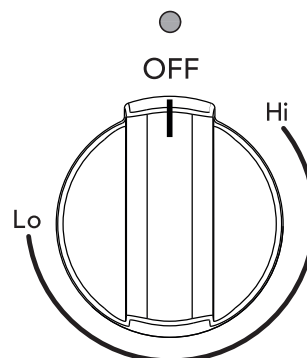

Figure 8 : Bouton de la surface de réchaud
1. Pousser et tourner dans un sens ou dans l'autre (voir Figure 8). Les températures sont indiquées par < Hi > (feu vif) et < Lo > (feu doux). La commande peut toutefois être réglée sur n'importe quelle position entre ces deux valeurs pour offrir d'autres ajustements de chaleur.